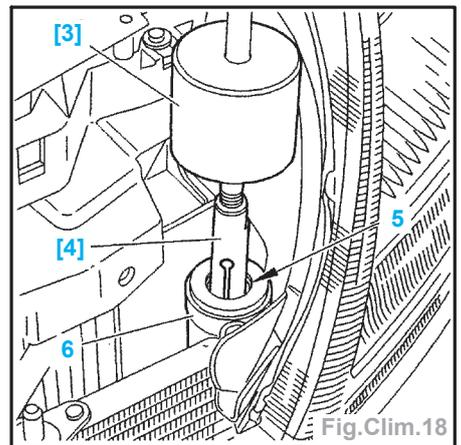
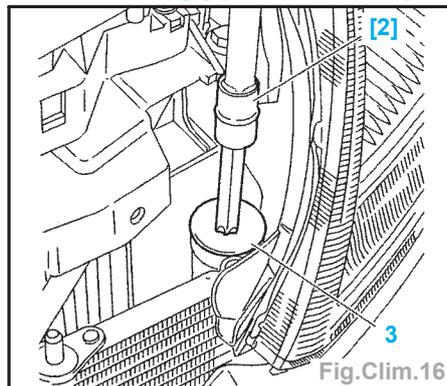

Fig.Clim.18
Fig.Clim.16
- Nettoyer à proximité du bouchon plastique (3) à l'aide d'un chiffon propre afin d'ôter les impuretés (Fig.Clim.16).
- Déposer le bouchon plastique (3) à l'aide de l'outil [2] (embout Torx 70).
- Déposer la cartouche filtrante et dessiccative à l'aide des outils [3] et [4] (extracteur à inertie réf. 1671 TA équipé de l'embout réf. 1671. TD20) (Fig. Clim.18).